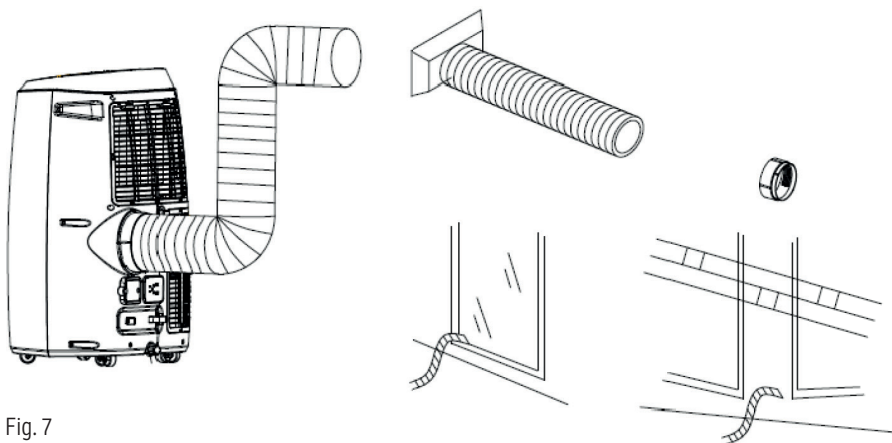

Fig. 7
- Inserire il fermo quadrato nell'apertura sul retro del condizionatore (Fig. 7).